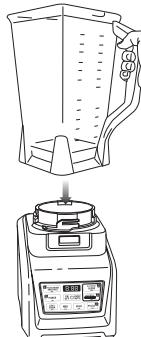

Fig. 1
- 3 Coloque la jarra sobre la base del motor. (**Fig. 1**) El mango debe quedar levemente inclinado hacia la derecha del símbolo de “**TRABA**” en la base del motor.